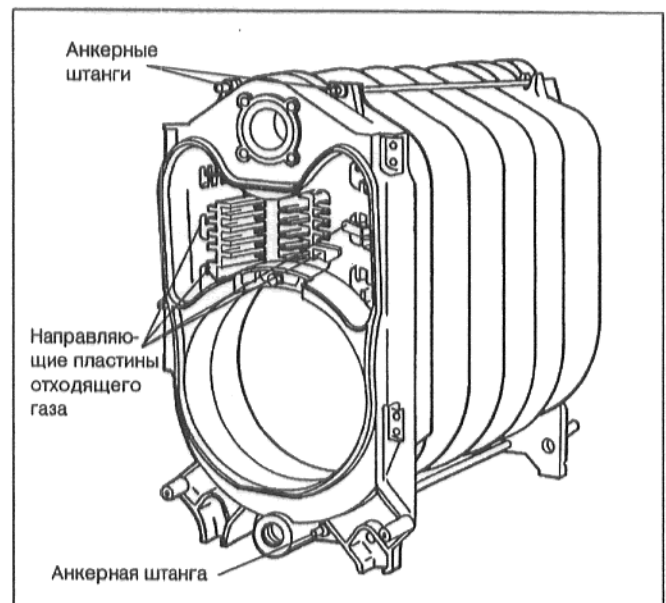

рис. 3
- Вынуть направляющие пластины отходящего газа из дымоходов по направлению вперед (рис. 3).
- Ослабить и снять анкерные штанги (рис. 3).